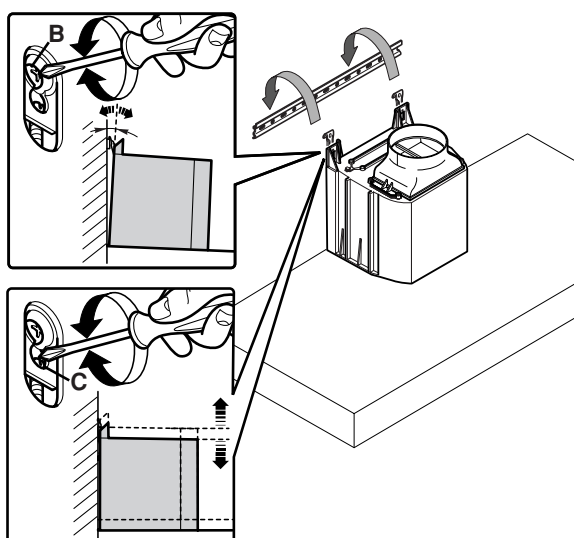

Fig. 2
- Agganciare la cappa alla barra di sostegno (Fig. 2).
- Regolare l'allineamento della cappa tramite le viti delle attaccaglie (Fig. 2). La vite superiore (B) regola la distanza dalla parete, quella inferiore (C) lo scorrimento verticale.
- Hook the range hood to the support bar (Fig. 2).
- Adjust the alignment of the range hood using the screws on the brackets (Fig. 2). The top screw (B) adjust the distance from the wall, the bottom screw (C) adjust the height.